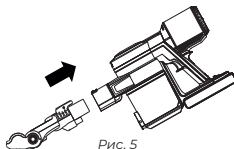

Рис. 5
- Турбощеточка также может быть присоединена напрямую к корпусу устройства без трубки-удлинителя (рис. 5).